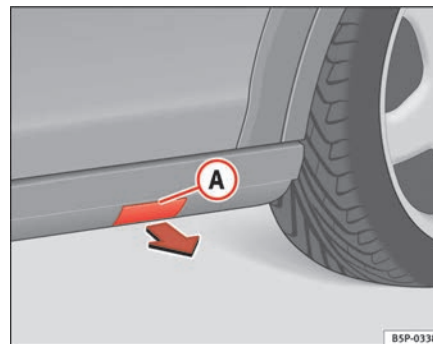

Fig. 180 Talonera de plástico con tapa para anclaje de gato
- Retire la tapa  para acceder a los puntos para el anclaje del gato del vehículo. ⇒ fig. 180
- Tire de la tapa y extráigala de su alojamiento en el sentido de la flecha. ⇒ fig. 180